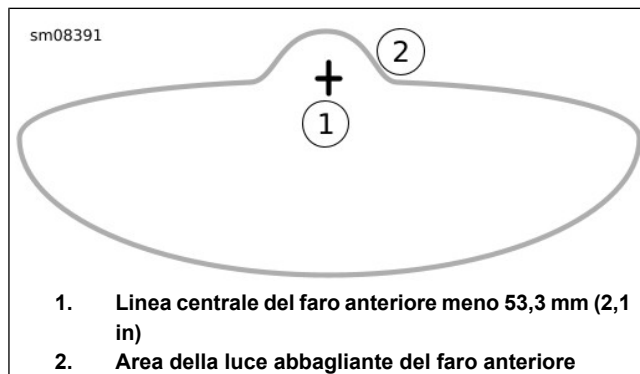

Figura 96. Fascio di luce del faro anteriore: modelli con carenatura montata sul telaio
- c. **LED, carenatura montata sul telaio:** Vedere Figura 96. Centro del fascio di luce sul segno con il faro anteriore impostato sulla **luce abbagliante**.
- b. Vedere Figura 96 . Regolare il fascio del faro anteriore.